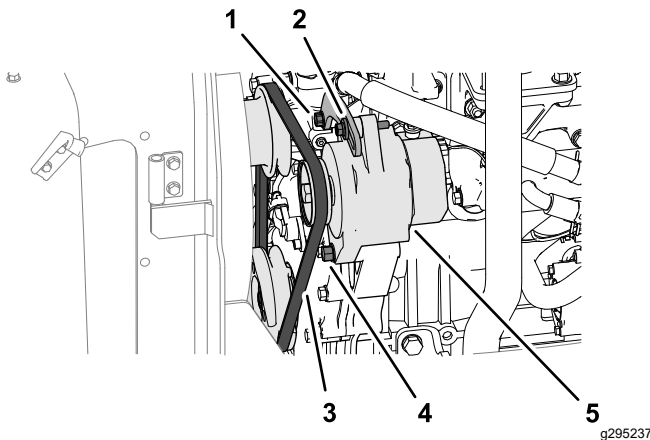

Bild 67
1. Üben Sie eine Kraft von 100 N (10 kg) auf den Lichtmaschinenriemen (Bild 67) in der Mitte zwischen den Riemenscheiben aus.
- Wenn der Riemen um weniger als 10 mm ausgelenkt werden kann, lösen Sie den Drehstift und die Spannschraube (Bild 67) der Lichtmaschine und verringern Sie die Riemenspannung.
- Wenn der Riemen um mehr als 10 mm ausgelenkt werden kann, lösen Sie den Drehstift und die Spannschraube (Bild 67) der Lichtmaschine und erhöhen Sie die Riemenspannung.
Hinweis: Lösen Sie bei Bedarf die Spannschraube der Halterung (Bild 67).
3. Ziehen Sie die Schrauben fest (Bild 67).